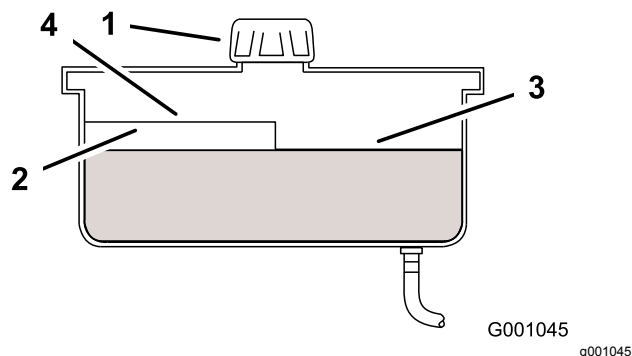

Рисунок 52
4. Очистите зону вокруг крышки и заливной горловины гидравлического бака (Рисунок 52).
5. Снимите крышку заливной горловины. Посмотрите внутрь, чтобы проверить, есть ли жидкость в баке (Рисунок 52).
**Примечание:** Когда жидкость прогрета, ее уровень должен находиться на отметке горячей рабочей жидкости на перегородке (Рисунок 52).